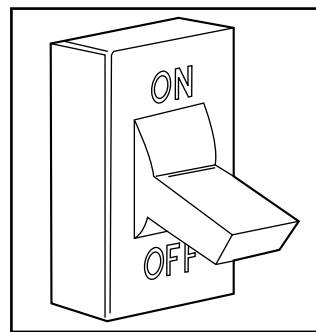

Fig. 8 - Couper l'alimentation électrique
3. COUPER l'alimentation électrique à la fournaise. Voir fig. 8.